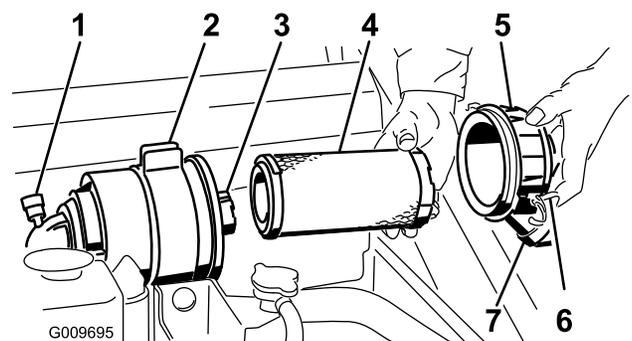

Figura 33
Importante: Revise el filtro del limpiador de aire únicamente cuando el indicador de mantenimiento se ve rojo (Figura 33). El cambiar el filtro antes de que sea necesario sólo aumenta la posibilidad de que entre suciedad en el motor al retirar el filtro.
4. Abra los cierres del limpiador de aire y tire de la tapa del limpiador de aire para separarla de la carcasa del limpiador de aire (Figura 33).